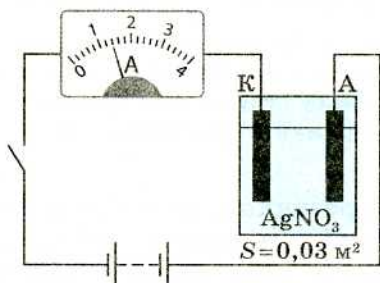

Рис. 1
1. На рис. 1 наведено схематичне зображення електричної установки, складовим елементом якої є посудина з водним розчином аргентум нітрату. За даними рисунка визначте час, необхідний для утворення на електроді шару срібла завтовшки 8 мкм, якщо густина срібла 10,5 г/см³. Яка енергія буде витрачена при цьому, якщо напруга на електродах становить 11 В?